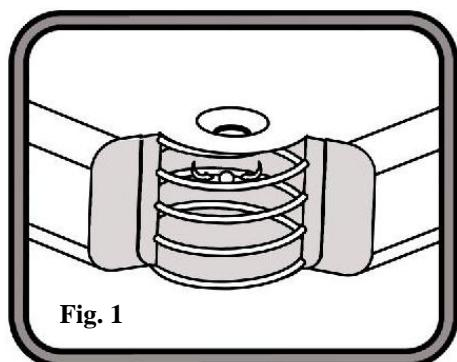

Fig. 1
2. Busque la bomba de pie incorporada (**consulte la estructura de la bomba que se muestra en la Fig. 1**). **Durante el inflado, el lado de PVC apelmazado se debe dar la vuelta**. Consulte la **Fig. 2**.